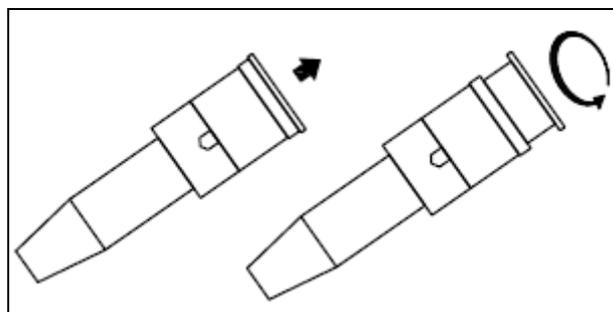

Fig.2
1. Tirar hacia arriba, al escuchar un “click” girar hacia el tope (ver Fig. 2).